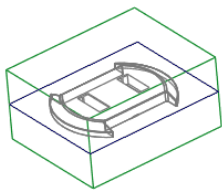
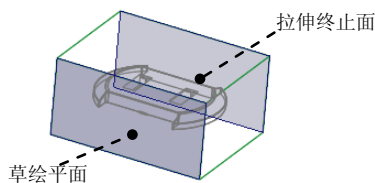

图 27.14 创建拉伸曲面
图 27.15 定义草绘平面
Step2. 通过拉伸的方法创建图 27.14 所示的拉伸曲面。单击 **分型面** 功能选项卡 **形状** 区域中的 **拉伸** 按钮，此时系统弹出“拉伸”操控板；右击，选择菜单中的 **定义内部草绘...** 命令；选取图 27.15 所示的坯料表面 1 为草绘平面，然后选取 MOLD_FRONT 基准平面和坯料边线为参考，方向为 **左**。然后单击 **草绘** 按钮；进入草绘环境后，绘制图 27.16 所示的截面草图。完成特征截面的绘制后，单击“草绘”操控板中的“确定”按钮 **✓**；在操控板中选取深度类型 **到选定的**（到选定的），将模型调整到合适视图方位，选取图 27.15 所示的平面为拉伸终止面；在“拉伸”操控板中单击 **✓** 按钮，完成特征的创建。